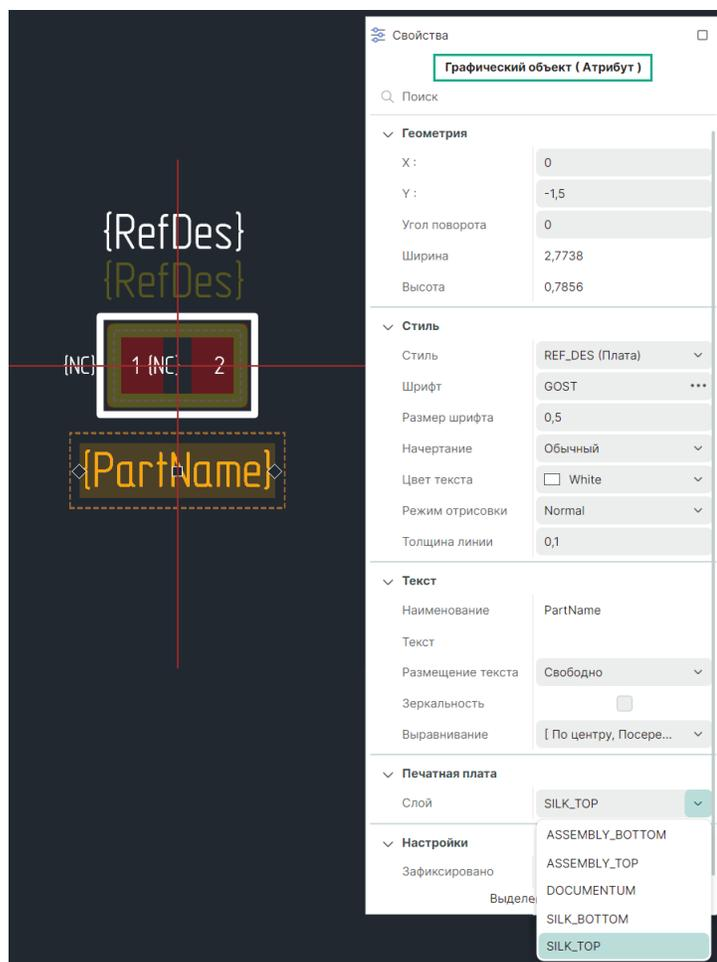

Рис. 119 Свойства размещенного атрибута семейства
5. При выделении размещенного атрибута семейства в функциональной панели «Свойства» отображаются свойства выделенного атрибута, см. Рис. 119.